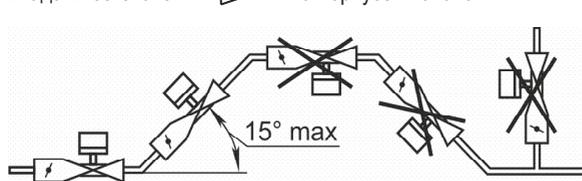

Рис. 2
4.2.6 Произведите монтаж клапана на трубопровод, в соответствии с рекомендацией по расположению клапана на трубопроводе. Отклонение катушки от вертикального положения допускается не более 15° (рис. 2).